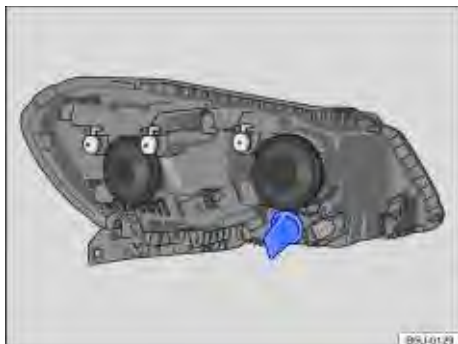
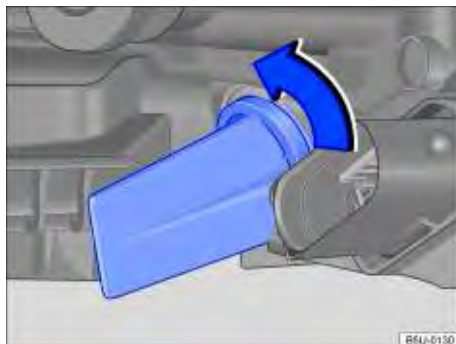

Fig. 180 No compartimento do motor: localização da lâmpada incandescente do indicador de direção dianteiro.
Fig. 181 Soquete da lâmpada incandescente do indicador de direção dianteiro.
3. Girar o soquete da lâmpada ⇒ Fig. 180, no sentido da seta ⇒ Fig. 181, e desencaixá-lo do alojamento.
8. Pressionar o soquete até o batente e girar no sentido contrário ao da seta ⇒ Fig. 181.